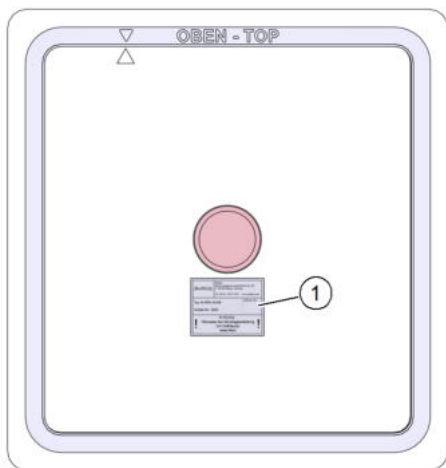

Abb. 2: Typenschild auf Putzschutzdeckel
- unterhalb des roten Signaldeckels auf dem Putzschutzdeckel (siehe Pos.1 in Abb. 2)